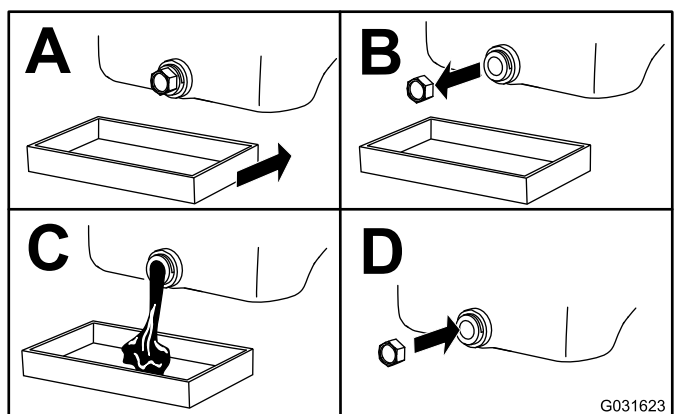

Figure 61
5. Vidangez l'huile moteur, comme montré à la Figure 61.